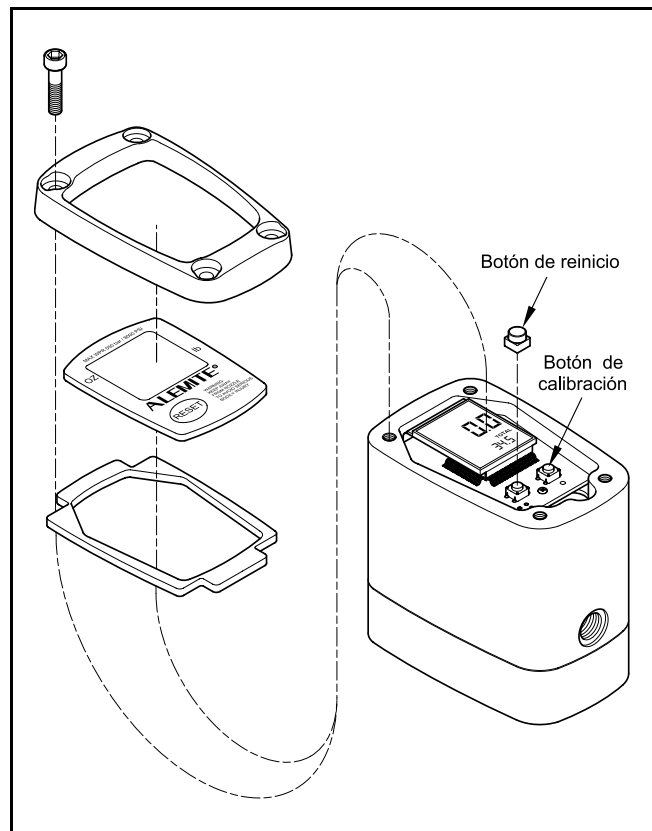

Figura 1 Medidor de Grasa Electrónico serie Modelos 3530
- Ve a la **Figura 1**.
IMPORTANTE: Asegúrese que el botón de reinicio sea colocado apropiada mente. Vea la **Figura 1**.